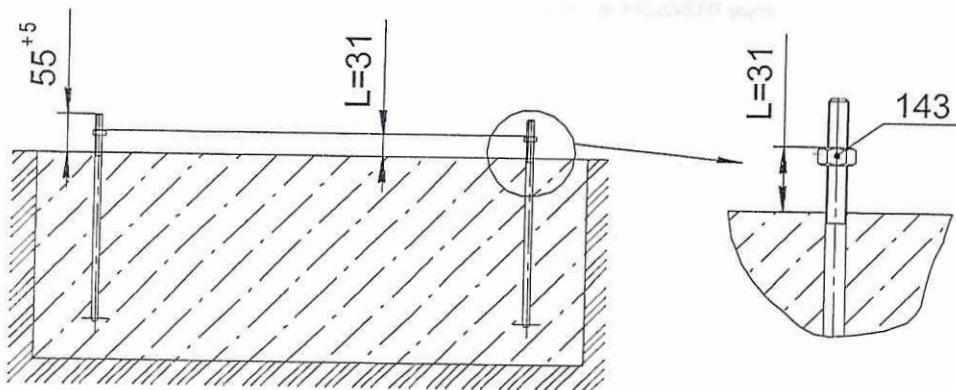

Рис. 4
- Убедиться в сухости и прочности залитого бетона. На болты анкерные накрутить гайки поз. 143, выдержав размер $L=31$ (рис.4).